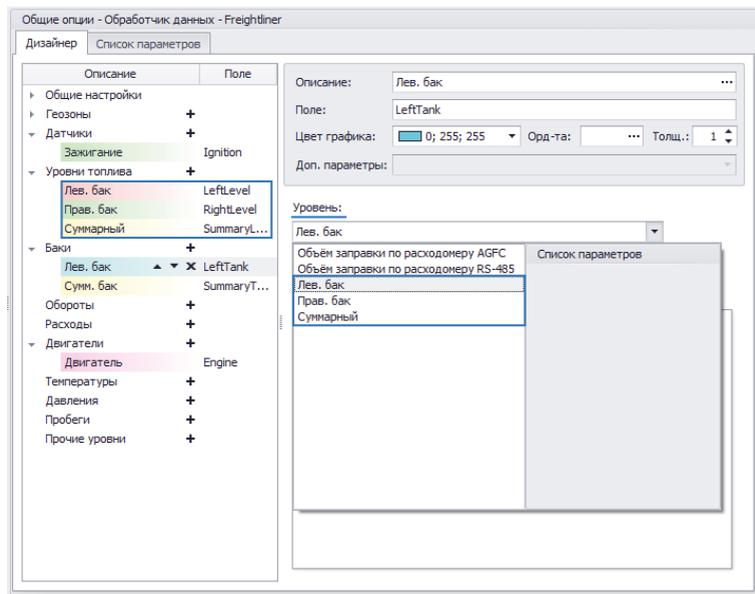

Рис.34. Определение уровня топлива в баке по показаниям датчиков уровня топлива.
- Для того чтобы программа использовала показания ранее настроенного датчика уровня топлива для поиска заправок и сливов топлива из настраиваемого бака, необходимо в списке «Уровень» выбрать нужный датчик уровня топлива (Рис.34). В данном списке отображаются все датчики уровня топлива, добавленные в группу параметров «Уровни топлива».